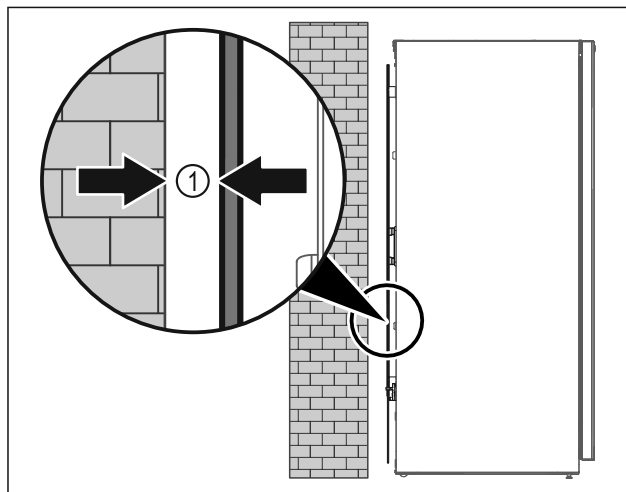

Fig. 6
- Prietaisą galima statyti arba laisvai patalpoje, arba prie pat sienos min. 5 mm Fig. 6 (1) atstumu.